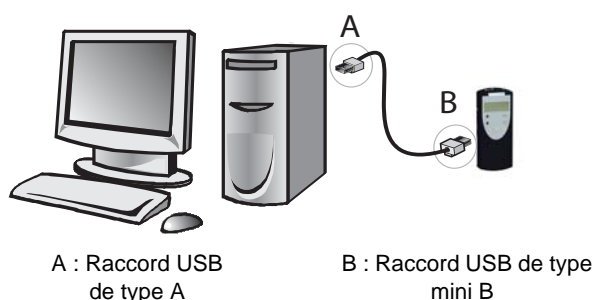

Figure 3
- La carte SD doit être insérée dans le Multi-Loader et le Multi-Loader doit être connecté au PC via le câble USB standard de type A et mini B. (Figure 3 ci-dessous)